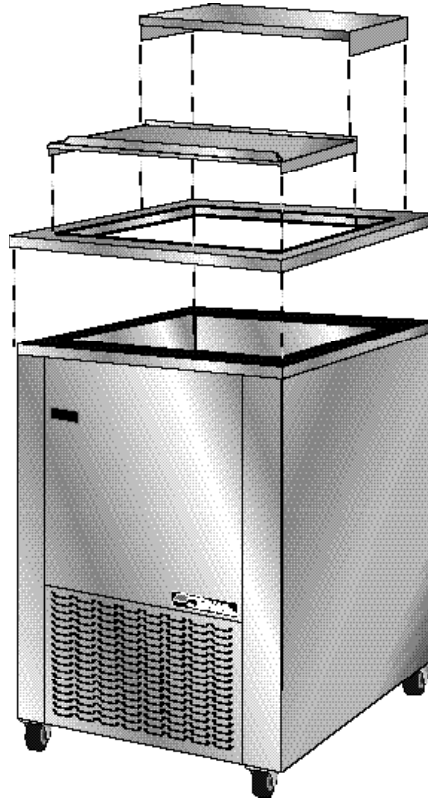

Figura 1
Limpie la suciedad acumulada en el serpentín del condensador y en el ventilador con un cepillo de cerdas duras. (Ver figura 1).
- La tapa deslizante superior, la cubierta de la tapa y el marco alrededor del tope del gabinete, se pueden remover sin el uso de herramientas; esto es para una fácil limpieza. Por favor vea la figura 1.